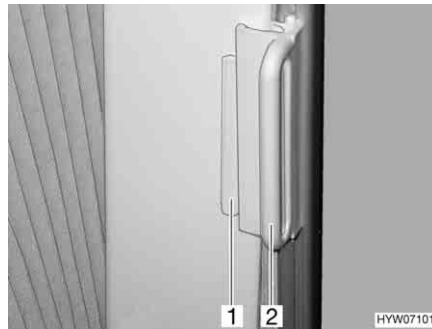

Bild 119 Plisségardin, förarhyttsfönster
- Håll i plisségardinernas handtag (Bild 119,2) och drag försiktigt för dem tills att magnetlåset håller plisségardinen stängd.
- Skjut in handtaget (Bild 119,2) över kanten (Bild 119,1). Plisségardinen är säkrad.